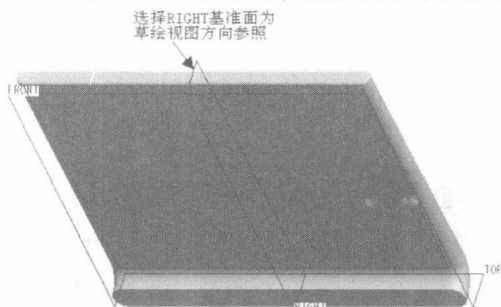
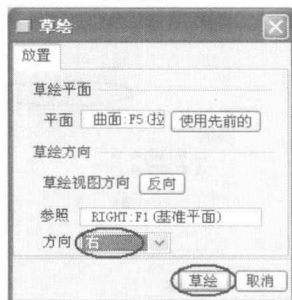

图1-28 选择 RIGHT 基准面为草绘视图方向参照
图1-29 选择方向选项
17. 打开基准面显示, 选择如图 1-28 所示的 RIGHT 基准面作为草绘视图方向参照, 在如图 1-29 所示的【草绘】提示对话框中选择方向为【右】, 单击 **草绘** 按钮。